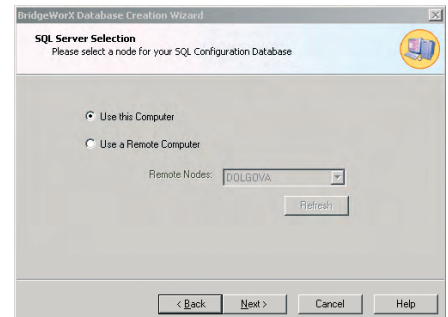

Рис. 18. Выбор локального или удалённого узла сервера SQL/MSDE
7. Мастер настройки BridgeWorX поможет создать базу данных SQL Server/MDSE, в которой будет храниться конфигурация BridgeWorX. В диалоговом окне, показанном на рис. 18, выберите узел, на котором находится сервер SQL/MSDE. Нажмите кнопку **Next** (Далее).